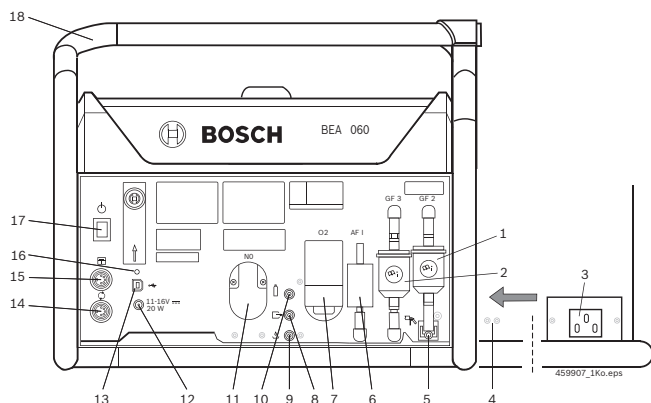

Fig. 1: BEA 060
i Le BEA 060 peut également être alimenté en tension par le biais d'une batterie de véhicule avec le câble de raccordement sur la prise d'allume-cigare (accessoire spécial) (raccordement voir fig. 1, pos. 12).
1. Brancher le câble de branchement secteur sur le BEA 060 et le fixer aux alésages (fig. 1, pos. 4) à l'aide de l'attache-câbles afin de protéger le cordon.
- ➔ La LED (fig. 1, pos. 16) clignote en alternant orange et vert.
➔ La LED s'éteint (fig. 1, pos. 16), le BEA 060 est éteint.